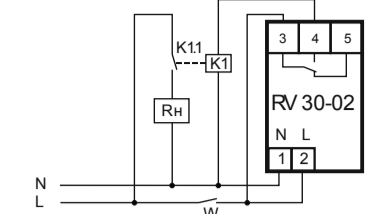

Рис. 3: схема подключения нагрузки мощностью более 4,4 кВт к устройству
- 7.3. В случае, если мощность нагрузки более **4,4кВт**, то нагрузка подключается к изделию через контактор соответствующей мощности и проводом соответствующего сечения (рис.3).